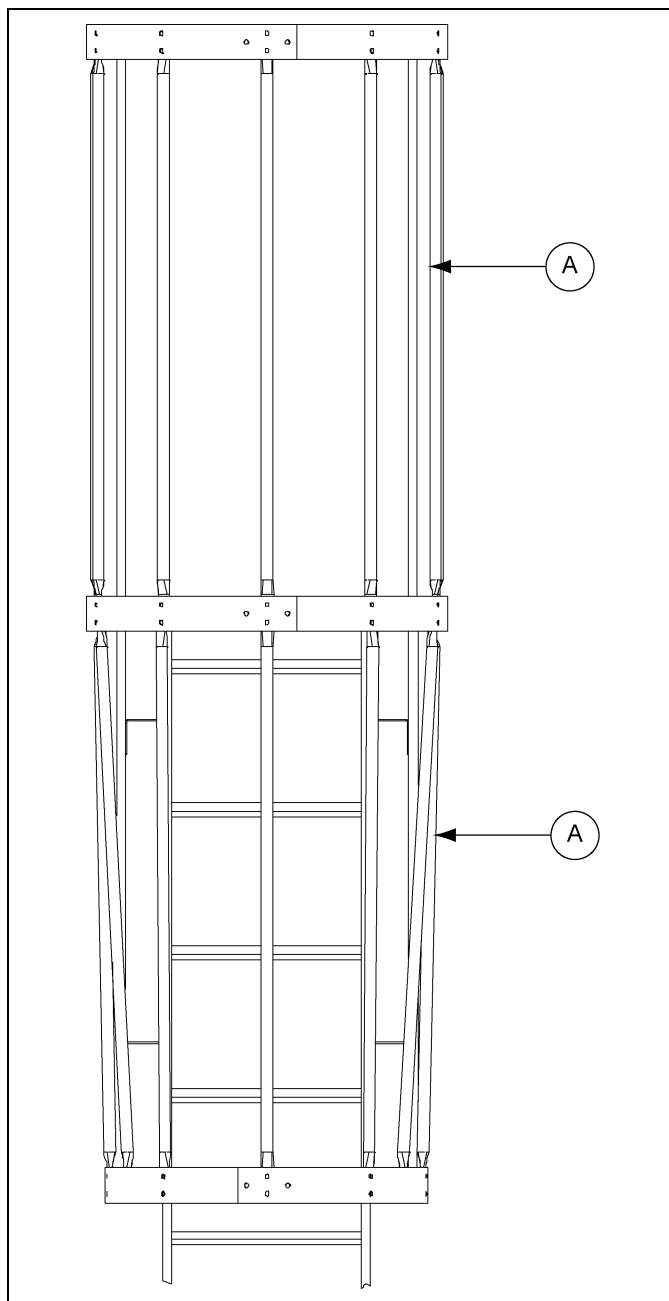

Рисунок 10F
После установки всех трех (3) обручей в сборе подсоедините вертикальные опоры 48" от обруча в сборе к другому обручу в сборе, как показано на Рисунок 10F. Для этого требуется четырнадцать (14) опор: семь (7) между каждым комплектом обручей. Второй комплект вертикальных опор необходимо изогнуть в плоской области, чтобы обеспечить сужение нижнего обруча в сборе. Используйте болты 5/16" x 1" (головки болтов должны быть направлены к внутренней стороне защитного ограждения).